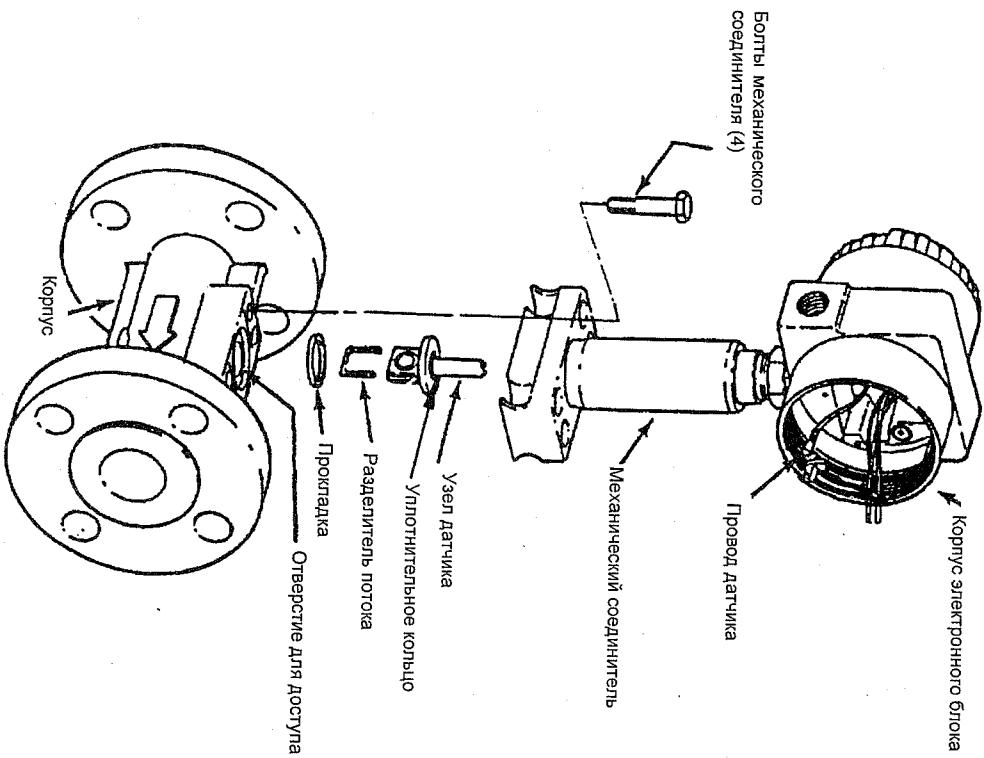

Рис. 31. Сборка расходометра
3. Осторожно проведите провод датчика через отверстие в механическом соединителе и осторожно вытяните провод датчика из корпуса электронного блока пока датчик не коснется механического соединителя. См. рис. 31.